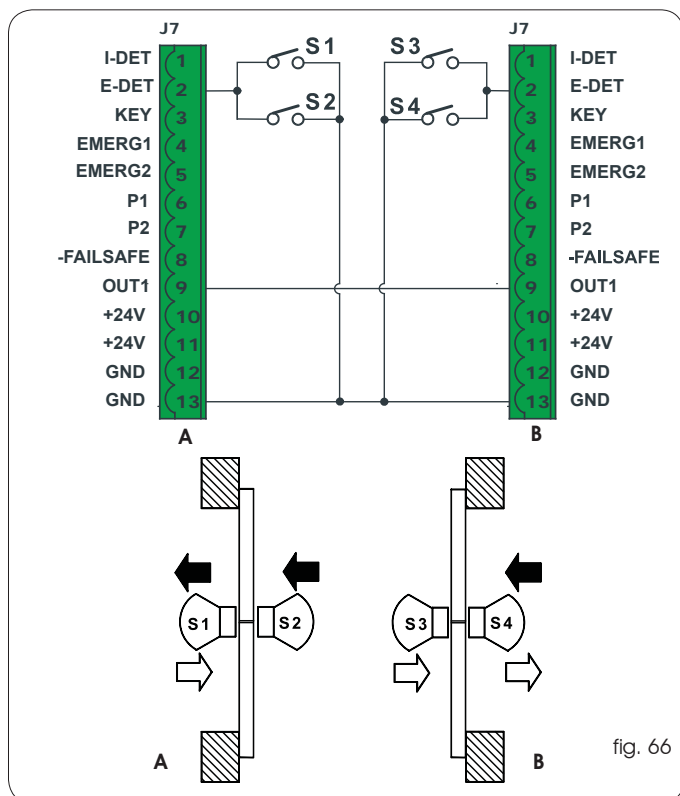

fig. 66
- Realizar las conexiones entre las regletas de bornes J6 de las dos tarjetas , y de los sensores como se muestra en la fig. 66.